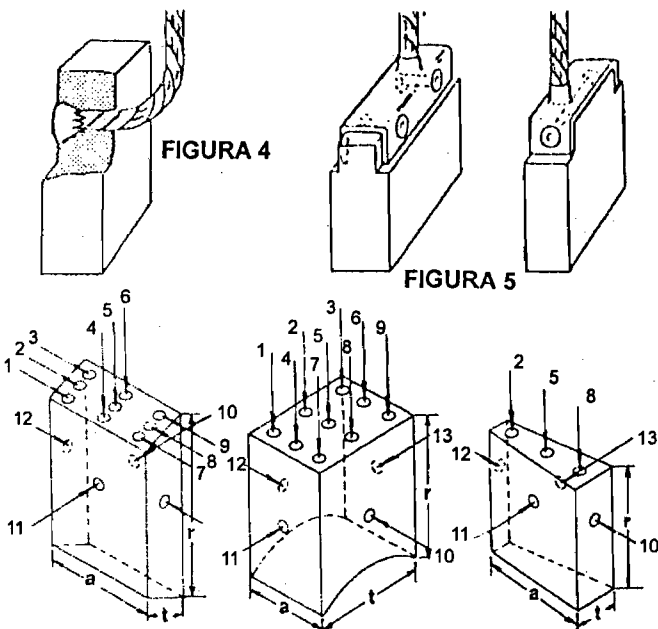

FIGURA 6
- Escova para comutadores (figura 6);
- Escova para anéis coletores (figura 6); onde:
Os rabichos das escovas elétricas serão conectados ao corpo das mesmas nas posições indicadas na figura 6.